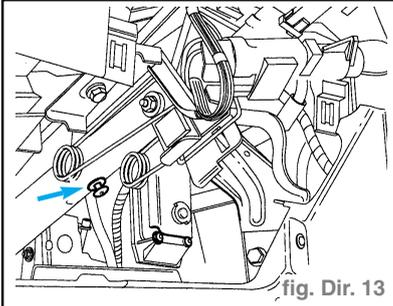

fig. Dir. 13
- Introduire dans ce trou un clip p. ex. (flèche) (fig. Dir. 13).